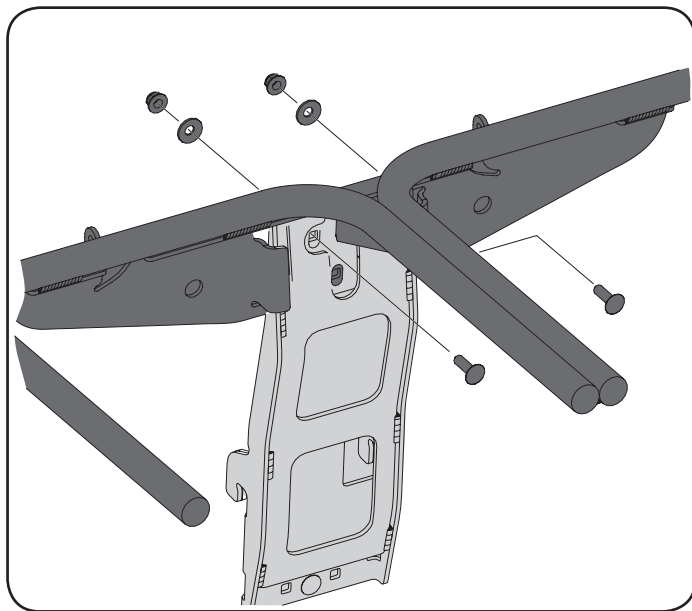

Figure 12
- Installez l'ensemble de support de l'ensacheuse sur le support de fixation droit au moyen de deux boulons de carrosserie (710-0276) de deux rondelles (736-0242) et de deux écrous (712-04063). Consultez la Figure 12.